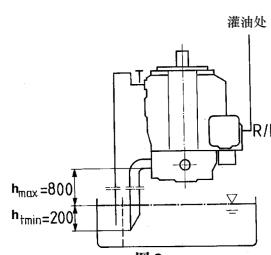

图 2
b) 如油箱的最低液面低于泵的法兰面：《R/L》口，《T》口和及可能包括《S》口必须用管道连接，如图2所示。此情况和1.2中所述的相同。